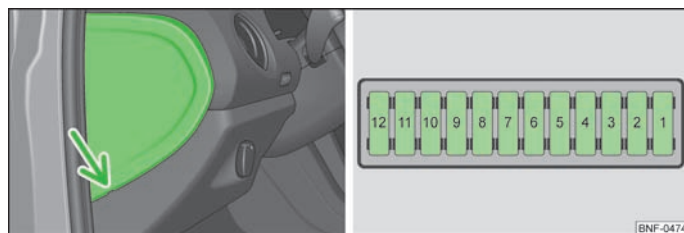

Fig. 119 Dal lato guida nella plancia: Copertura della scatola dei fusibili/Rappresentazione schematica della scatola dei fusibili
- Inserire un adeguato strumento piatto, ad es. un cacciavite » fig. 119, nella fessura nell'area contraddistinta dalla freccia, sollevare con cautela la calotta e toglierla.